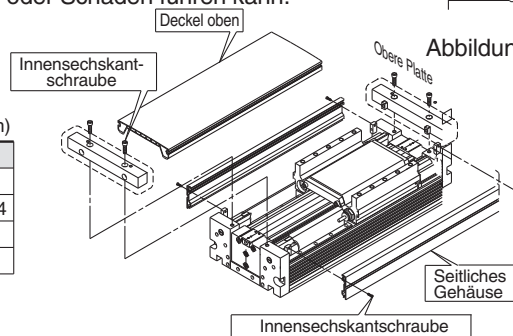

Abbildung 2. Montage und Demontage des Deckels
- Falls die unter 1 beschriebene Einstellung nicht ausreicht, kann der Stoßdämpfer justiert werden. Entfernen Sie, wie in Abbildung 2 ersichtlich, die Abdeckungen und stellen Sie weiter ein, indem Sie die Sechskanmutter lösen.